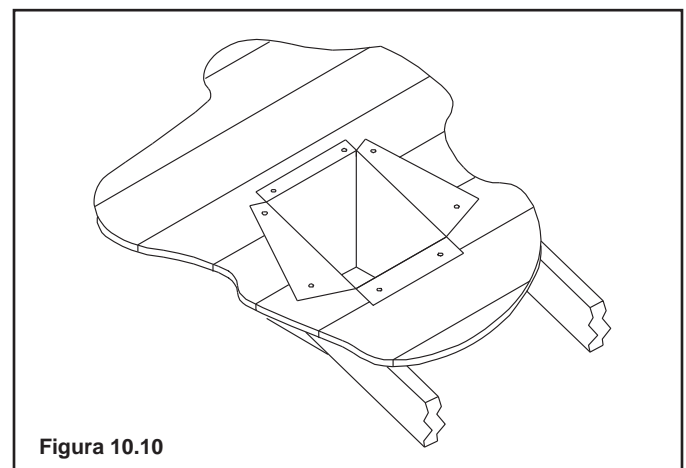

Figura 10.10
- Corte las esquinas superiores del soporte decorativo con tijeras para hojalata hasta topar con el techo y doble las aletas hacia abajo. Consulte la Figura 10.10.